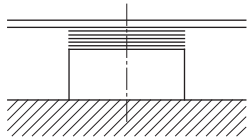
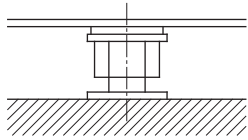

Рис. 5: Компенсационные шайбы на поверхности фундамента
Рис. 6: Нивелирные винты на поверхности фундамента
- На каждое отверстие в поверхности фундамента уложить компенсационные шайбы толщиной 20 – 25 мм (см. рис. 5). В качестве альтернативы допускается использование нивелирных винтов (см. рис. 6).